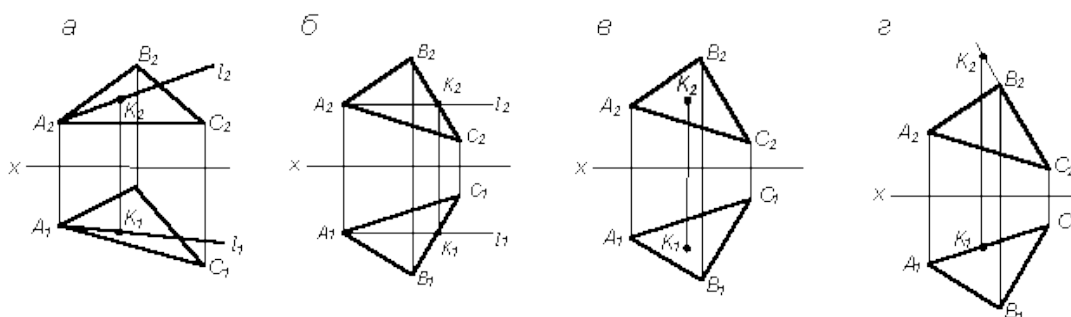

Рис. 11
4. На каком из чертежей (рис. 11) точка K принадлежит плоскости S ($D ABC$)?